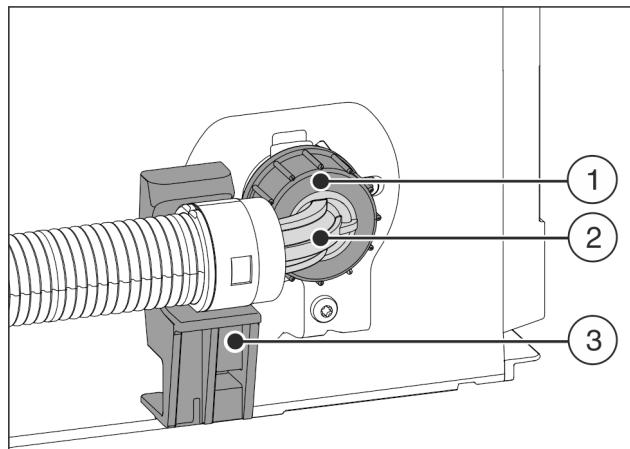

Fig. 23
- Конец шланга под углом Fig. 23 (2) разместить горизонтально на держателе Fig. 23 (3) и удерживать.
- Вручную гайку Fig. 23 (1) накрутить на резьбу до обеспечения надежной посадки.